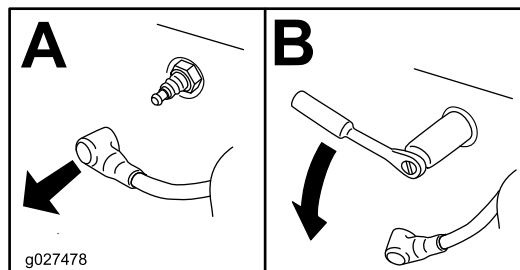

Figure 25
3. Enlevez la bougie (Figure 25).